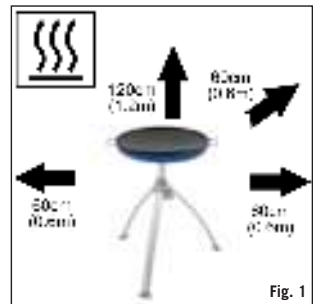

Fig. 1
- De luchtgaten van de brander pan (F) op de basisplaat niet bedekken of veranderen, omdat dit de luchtstroom naar de buis gaten in de behuizing van de driepoot (J) zal beïnvloeden. Dit zal, op zijn beurt, de prestaties van het product beïnvloeden en dat kan dan een onstabiele vlam veroorzaken. Zorg ervoor dat het toestel gebruikt wordt uit de nabijheid van brandbare materialen. Minimaal veilige afstanden zijn:
- Boven het toestel: 1.2 m. Aan de achterkant en aan de zijkanten: 600 mm. (Zie fig.1)